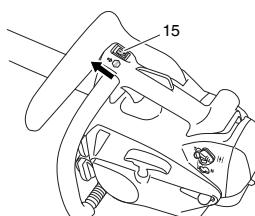

Fig. 11
2. Ajuste la llave de ignición (15) a la posición ON (encendido). (Fig. 11)